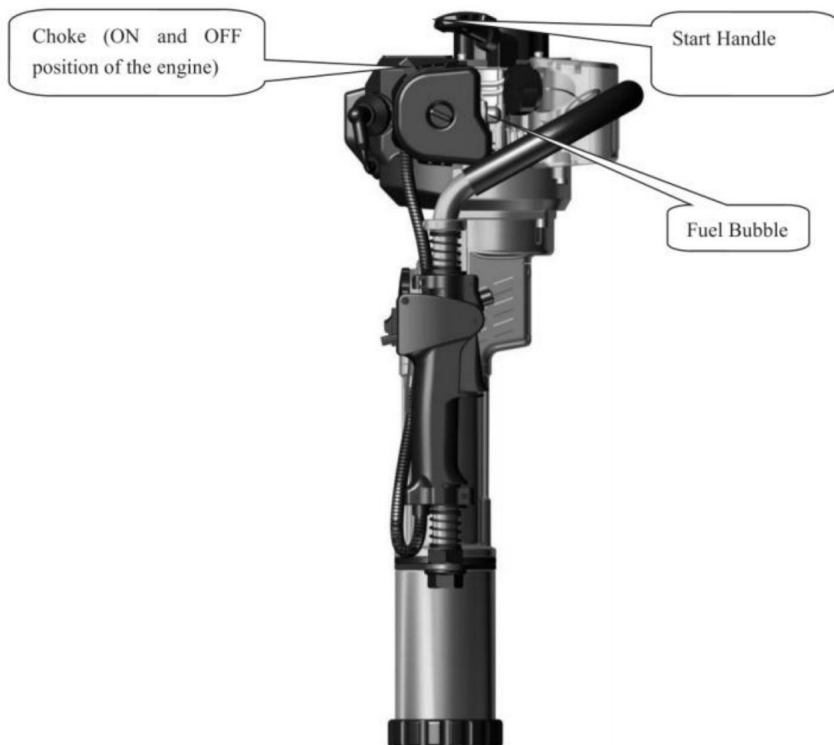

Fig 4
5.1 Antes de arrancar la nueva máquina, presione repetidamente la burbuja de combustible transparente y semicircular (Fig.4) hasta que el carburador esté lleno de combustible. (Si el motor está frío, cierre la puerta de aire. Abra la puerta de aire después de arrancar.)
5.2 Coloque la máquina en posición vertical según la Fig.4. Sujete la parte superior del manija firmemente con una mano mientras que la otra tira de la manija de tracción arrancador por más de 50 cm rápidamente. No deje que la manija de tracción retroceda libremente. Tirando repetidamente, pero sosténgalo firmemente para evitar lesiones resultantes de un movimiento rápido. resiliencia.